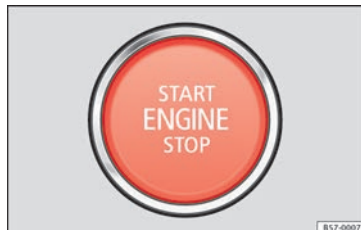

Fig. 187 En la parte inferior de la consola central: pulsador de arranque.
3.	Presione brevemente el pulsador de arranque »» fig. 187 sin pisar el acelerador. Para que el motor arranque debe haber una llave válida en el vehículo. Tras arrancar el motor la iluminación del pulsador START ENGINE STOP cambia a iluminación fija indicando que el motor está arrancado.
5.	Presione brevemente el pulsador de arranque » fig. 187. El pulsador START ENGINE STOP vuelve a parpadear. Si el motor no se apaga, lleve a cabo una desconexión de emergencia » pág. 182.